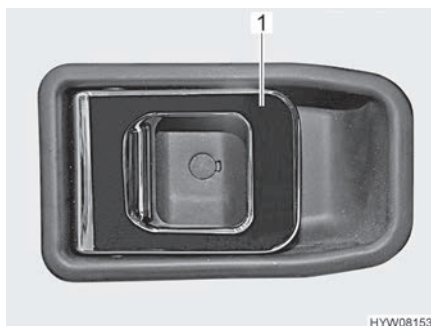

Fig. 55 Serratura della porta (porta conducente, lato interno)
- Apertura:** ■ Tirare la maniglia (Fig. 55,1). La serratura della porta si sblocca o apre.
- Bloccaggio:** ■ Premere la maniglia (Fig. 55,1). La serratura della porta si blocca.